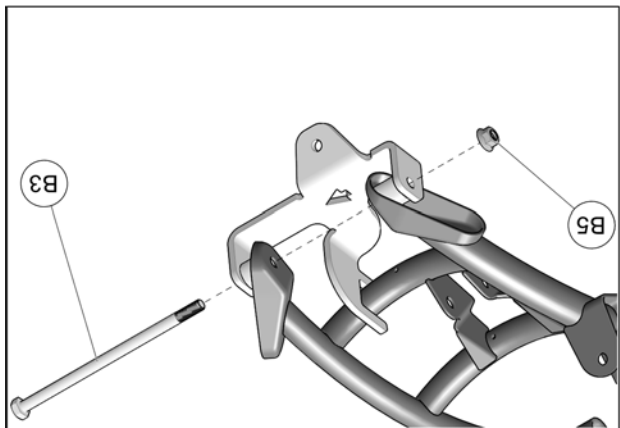

Fig. 7
7. Insérer le nouveau boulon M10x200mm (B3) à travers l'ancrage, les espacers, le bras de suspension et le moyen de roue. Assembler les parties à l'aide de l'écreu (B5) fourni. Voir la Fig. 7